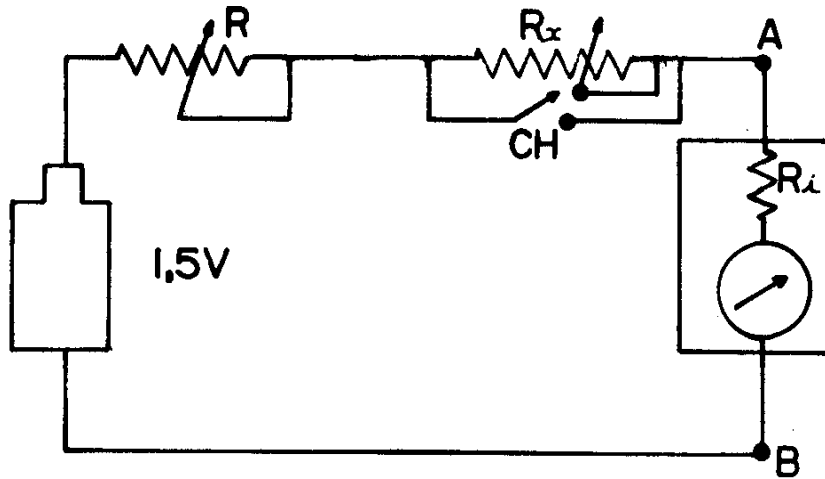

Fig. 5
6) $R_X - R = R_i$, como será mostrado a seguir. Fechando a chave CH (Fig. 5), a situação é a mesma que a descrita no item 3 do procedimento e temos: